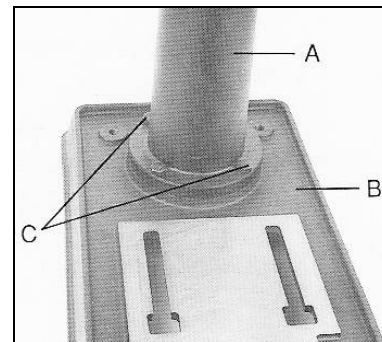

Fig 1
Befestigen Sie die Säule (A, Fig. 1) am Maschinensockel (B); die 4 Sechskantschrauben (C) gut festziehen.